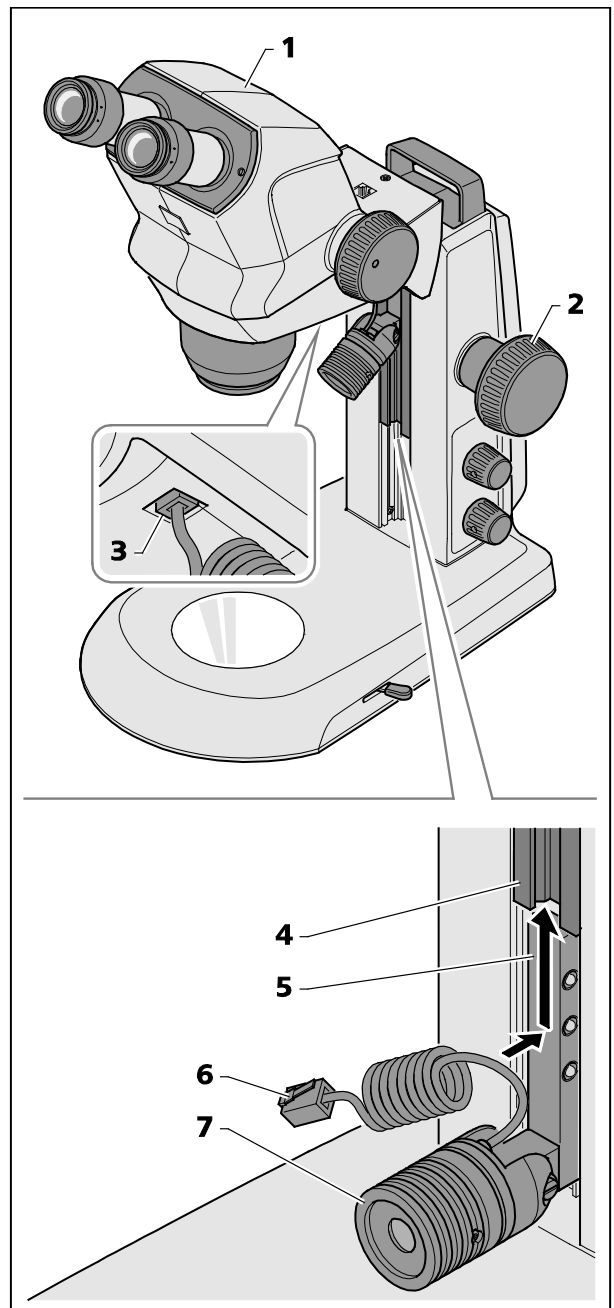

Fig. 8 Montare la lampada spot
- Spostare il corpo di microscopio (Fig. 8/1) con la manopola di focalizzazione (Fig. 8/2) alla posizione superiore.
- Inserire la lampada spot (Fig. 8/7) con il supporto (Fig. 8/5) dal basso verso l'alto nella guida (Fig. 8/4) dello stativo e spostarla in alto fino alla posizione desiderata.
- Inserire il cavo di allacciamento (Fig. 8/6) della lampada spot nella presa inferiore del supporto dello (Fig. 8/3).